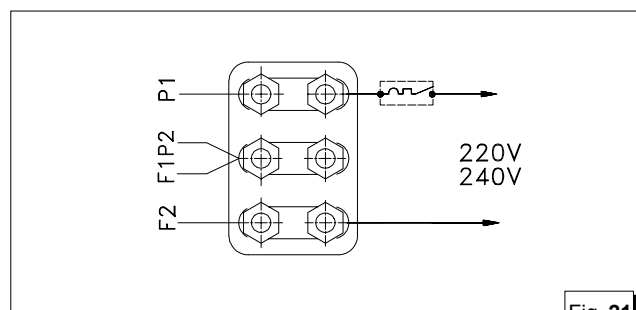

Fig. 21
- 2 - Collegamento in serie : in questa configurazione è possibile prelevare potenza a tensione 220 (240) V fra i punti P1 e F2, come lo schema di fig. 21.
- 2 - Serial connection; in this configuration it is possible to use a voltage of 220 (240) V between points  $P_1$  and  $F_2$ , as shown in the diagram in fig. 21.
- 2 - Liaison en série: dans cette configuration on peut prélever la puissance à une tension 220 (240) V entre les points  $P_1$  et  $F_2$  selon le schéma de la figure 21.